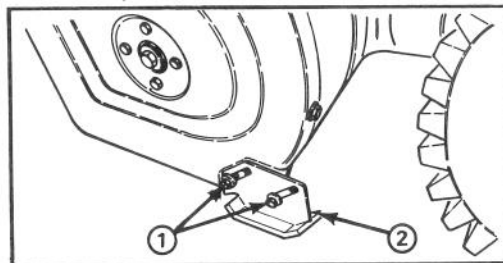

Figure 17
### RÉGLAGE DES PATINS (fig. 17)
2. Desserrez les 4 boulons à brides fixant les deux patins aux plaques latérales (fig. 17).